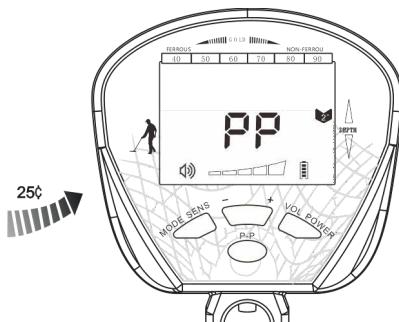

Figura 17
b) Soportar una moneda de plata de 25 centavos, acercarse del disco de la sonda lentamente, aproximado en una distancia a 7 pulgadas -8 pulgadas, el primer grupo de cursor de señal se aparece, y el sonido será alto gradualmente , así mismo , el tono. Continuar a acercarse de la sonda, el cursor de señal estará full rápidamente, y el sonido estará más alto, y el cursor de profundidad indica que está bajando la profundidad hasta una linea, que significa que el metal está cerca del centro del disco de la sonda. (Ver figura 17)